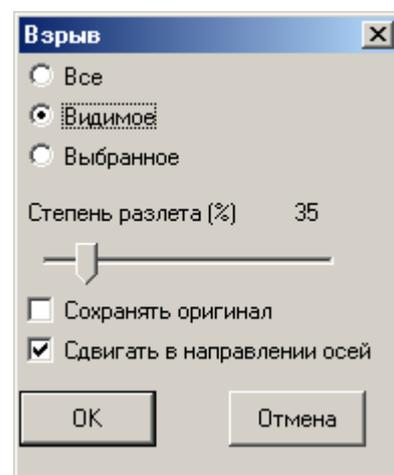

Рис. 71 Диалоговое окно *Взрыв*
2. В появившемся диалоговом окне *Взрыв* (рис. 71) установить флажки, определяющие элементы, которые подлежат разобрать, и направление сдвига, а также их *Степень разлета*.
С помощью селекторных кнопок *Все*, *Видимое* и *Выбранное*, представленных в диалоговом окне *Взрыв* (см. выше рис. 71), можно сузить выбор объектов, с которыми будет работать приложение. Это позволяет выполнить опе-